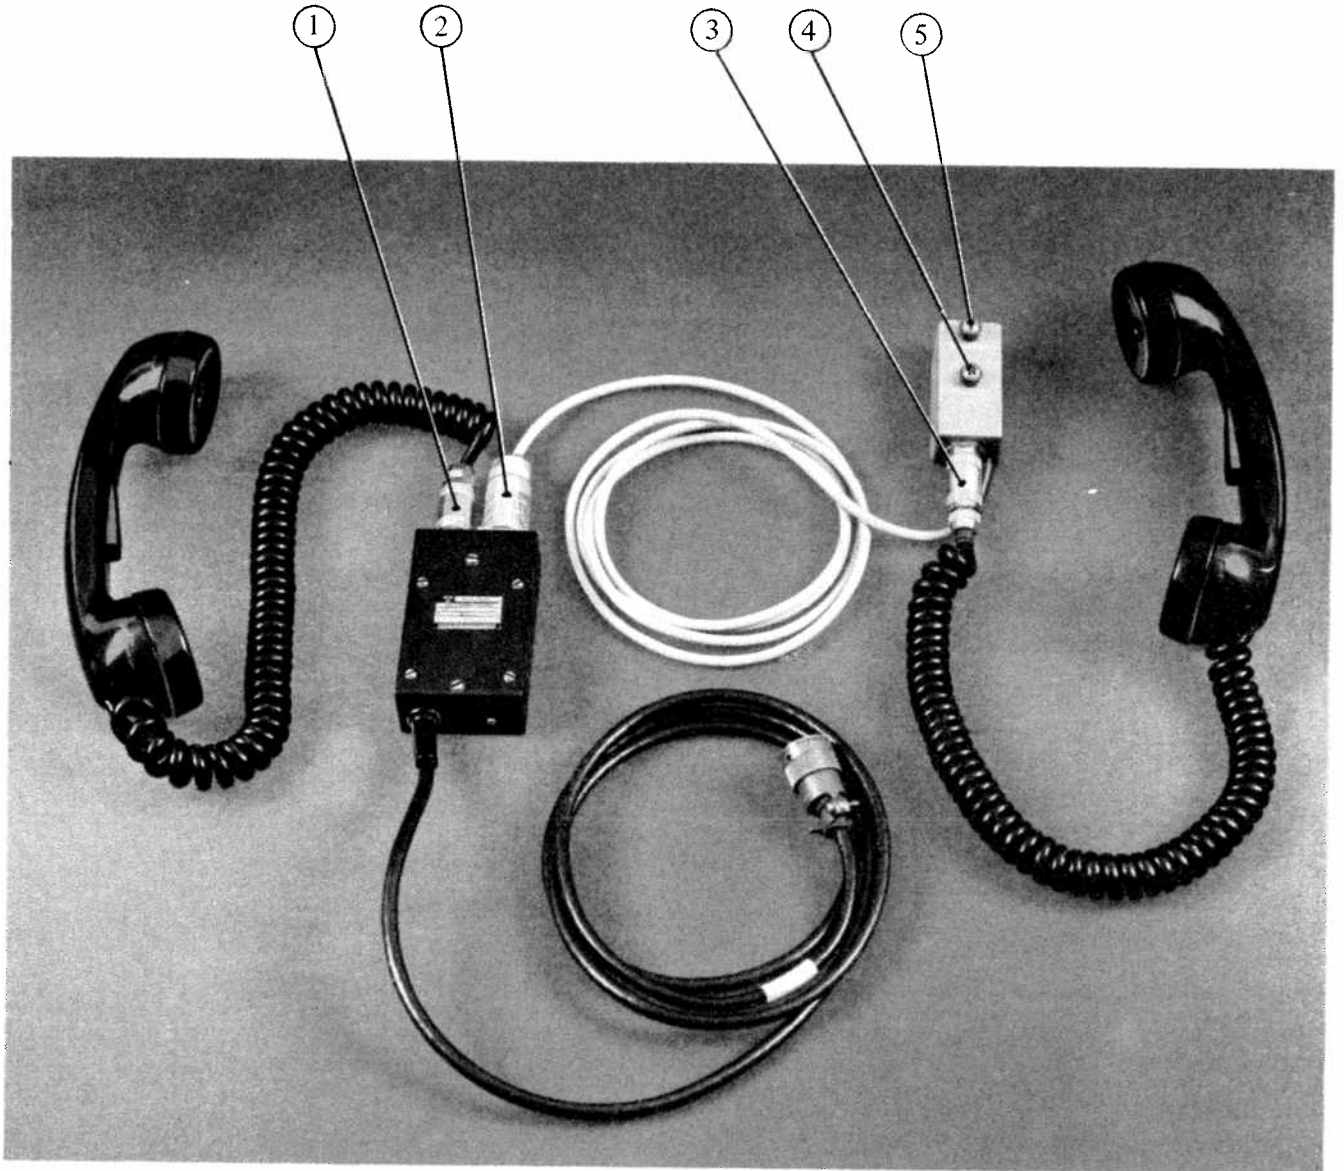

Bild 10. Betjäningsutrustning för lärar - elevfunktion
- 4.3.2 Anslut elevens handmikrotelefon eller huvudmikrotelefon till talgarnityranslutningens vänstra anslutningsdon ① . Se bild 10.